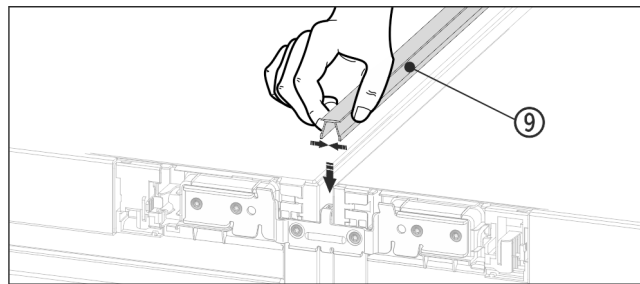

Fig. 19
- ▶ От горната страна притиснете късата покривна лайсна Fig. 19 (9) в хоризонталния процеп.